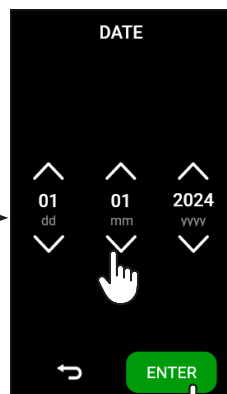
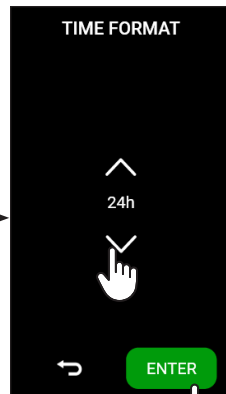

fig.4
fig.5
In caso di installazione ad incasso, con presenza di un ripiano sopra al dispositivo, lasciare uno spazio di aerazione di almeno 5 cm tra la parte inferiore del ripiano e la parte superiore del dispositivo (fig.4). Posizionare il dispositivo su un piano mobile, che abbia quindi un sistema di estrazione a guide scorrevoli, per permettere il riempimento del serbatoio dell'acqua demineralizzata, posto sul lato superiore, e l'accesso all'interruttore generale posto sul retro del dispositivo (fig.5).
- Impostare la data corrente e premere ENTER (fig.4);
- Impostare il formato dell'ora e premere ENTER (fig.5);